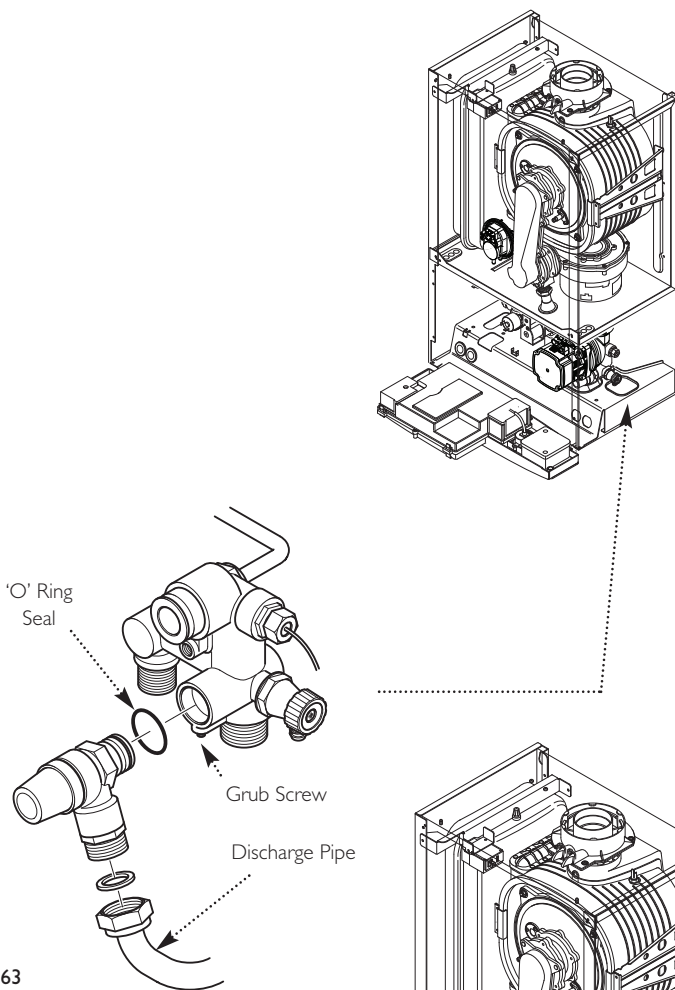

Fig. 63
13.18 Pressure Relief Valve (Fig. 63)